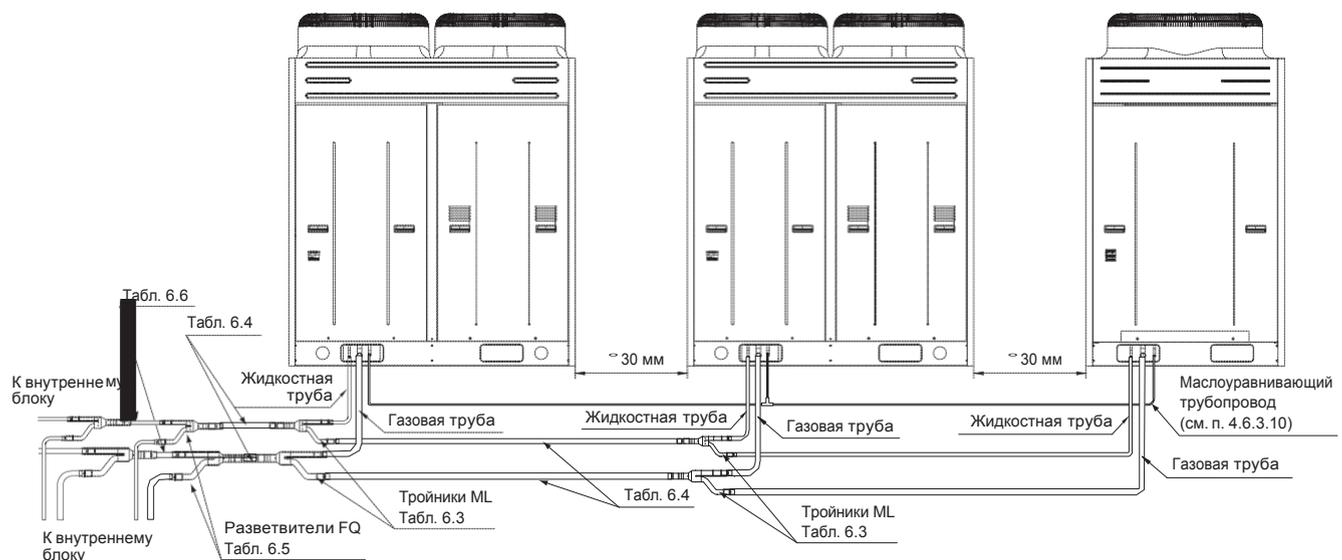

Рис. 6.2
6.3.1 На рис. 6.2 показаны таблицы в которых указаны параметры диаметров труб, разветвителей FQ и тройников ML.
6.3.2 При модульной компоновке наружных блоков применяются комплекты тройников для газовой и жидкостной труб ML01/A и ML02/A см. рис. 6.2 и таблицу 6.3.
6.3.3 Диаметр труб между тройниками ML (рис. 6.2) согласно таблице 6.4.
6.3.4 Диаметр труб подключаемых непосредственно к наружным блокам (рис. 6.2) согласно таблице 6.5.
6.3.5 Диаметр трубы на выходе из наружных коммутированных модулей (рис. 6.2) согласно таблицы 6.6.
6.3.6 Для развода фреоновых трубок трассы от внешнего блока к внутренним применяются специальные тройники FQ (разветвители), см рис. 6.2 и 6.3.